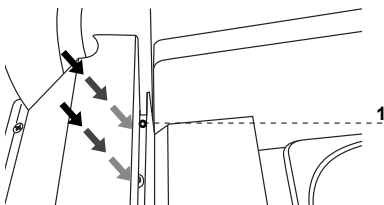

Abb.6 Befestigung des Glasbildschirms
4. Vorderbildschirm einbauen Abb.6 (S.24)